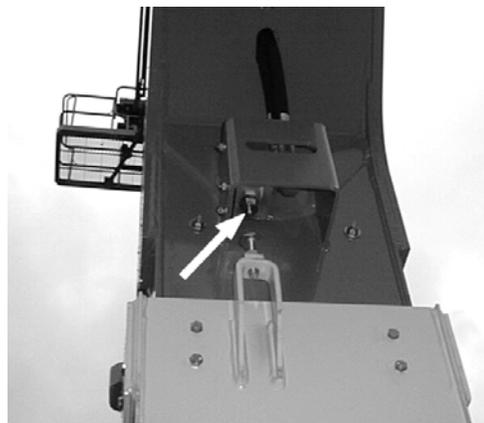

Figura 2-8. Interruptor limitador horizontal de la pluma de torre
- d. Elevar la pluma de base de torre a la altura máxima. Extender la pluma extensible de torre aproximadamente un metro. Revisar que el émbolo del interruptor limitador horizontal en el extremo de la sección de pluma de base de la torre esté completamente extendido. El émbolo se muestra completamente extendido en la Figura 2-8.